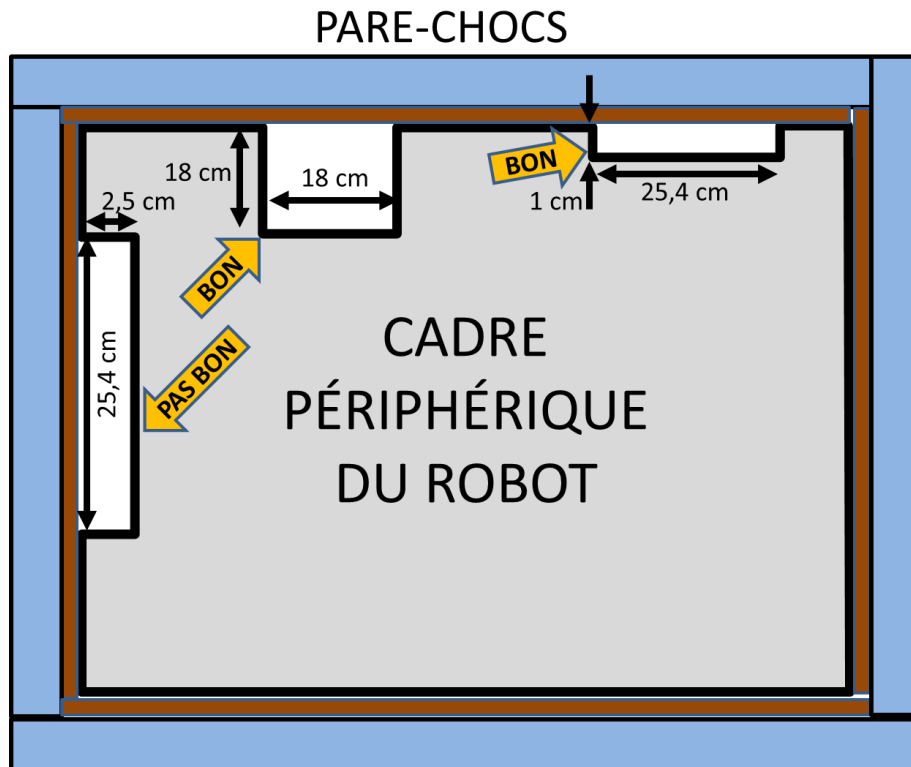

Figure 4-7
- [R33] Les pare-chocs doivent être soutenus par la structure (le cadre) du robot (c.-à-d. le bout de chaque pare-chocs doit être fermement attaché au cadre périphérique, l'espace entre le matériel de renfort et le cadre ne doit pas dépasser 6,4 mm (¼ in), et aucune section du pare-chocs de plus de 20,3 cm (8") ne peut être laissée sans support/soutien). Voir figure 4-7.